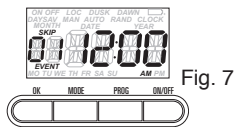

Fig. 7
1. Depuis l'écran MAN, AUTO ou RAND, appuyer sur PROG. L'écran affiche 01 en clignotant (Fig. 7).